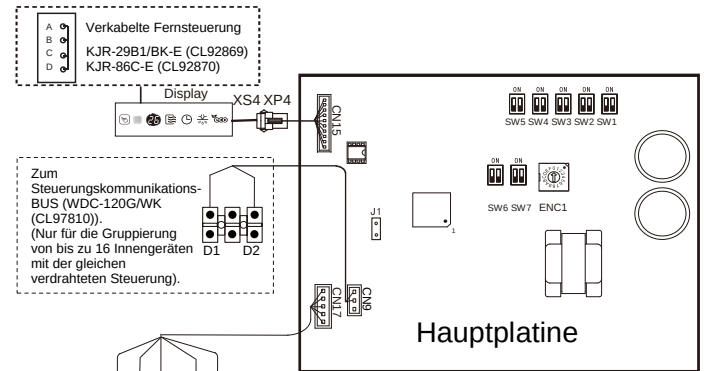

Abbildung 7.10
- Die Anschlüsse X1, X2, D1, D2 an den Seiten der Hauptsteuerplatine und der unidirektionale Kommunikationsanschluss (Anzeigeplatinenseite) sind für verschiedene Arten von verdrahteten Steuerungen vorgesehen (siehe Abb. 7.10).